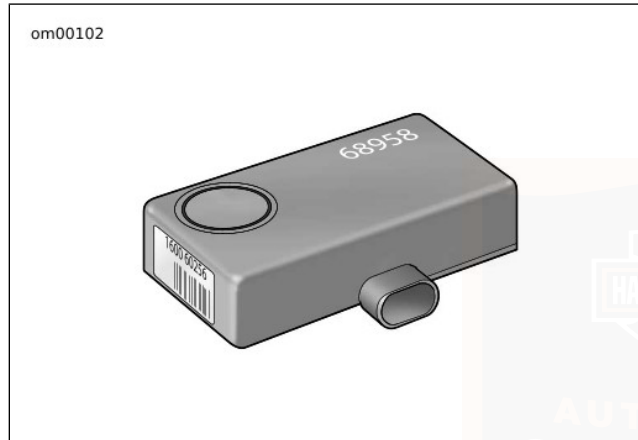

Abbildung 25. Optionale Smart-Sirene
- Siehe Abbildung 25. Die optionale erhältliche Sirene ertönt.